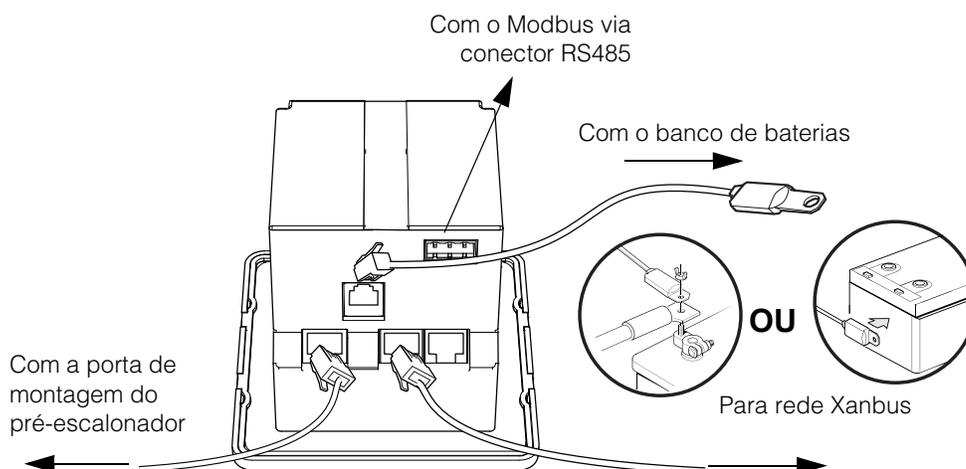

Figura 2-9 Ligando os cabos do Monitor de bateria
A placa do pré-escalonador é conectada ao Monitor de bateria usando o cabo RJ45 laranja fornecido. Conecte o cabo RJ45 diretamente à porta da placa do pré-escalonador, depois ao Monitor de bateria, conforme indicado em Figura 2-9, “Ligando os cabos do Monitor de bateria” na página 2-17.
1. Conecte o conector RJ11 à parte traseira do Monitor de bateria conforme indicado na Figura 2-9, “Ligando os cabos do Monitor de bateria” na página 2-17.